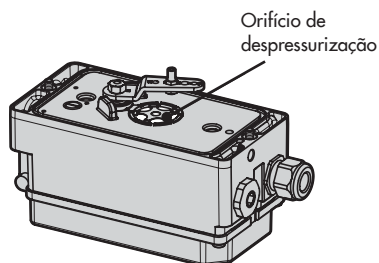

Fig. 5-1: Orifício de despressurização (traseira do posicionador)
- Não sele nem limite a abertura de despressurização (consulte Fig. 5-1) quando o dispositivo é instalado no local.